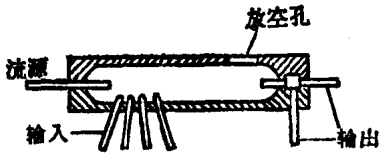

图6 紊流型放大器
**紊流型放大器：**它是通过控制主射流由层流变为紊流来调制其输出的一种放大器。其几何结构上的术语见图6。